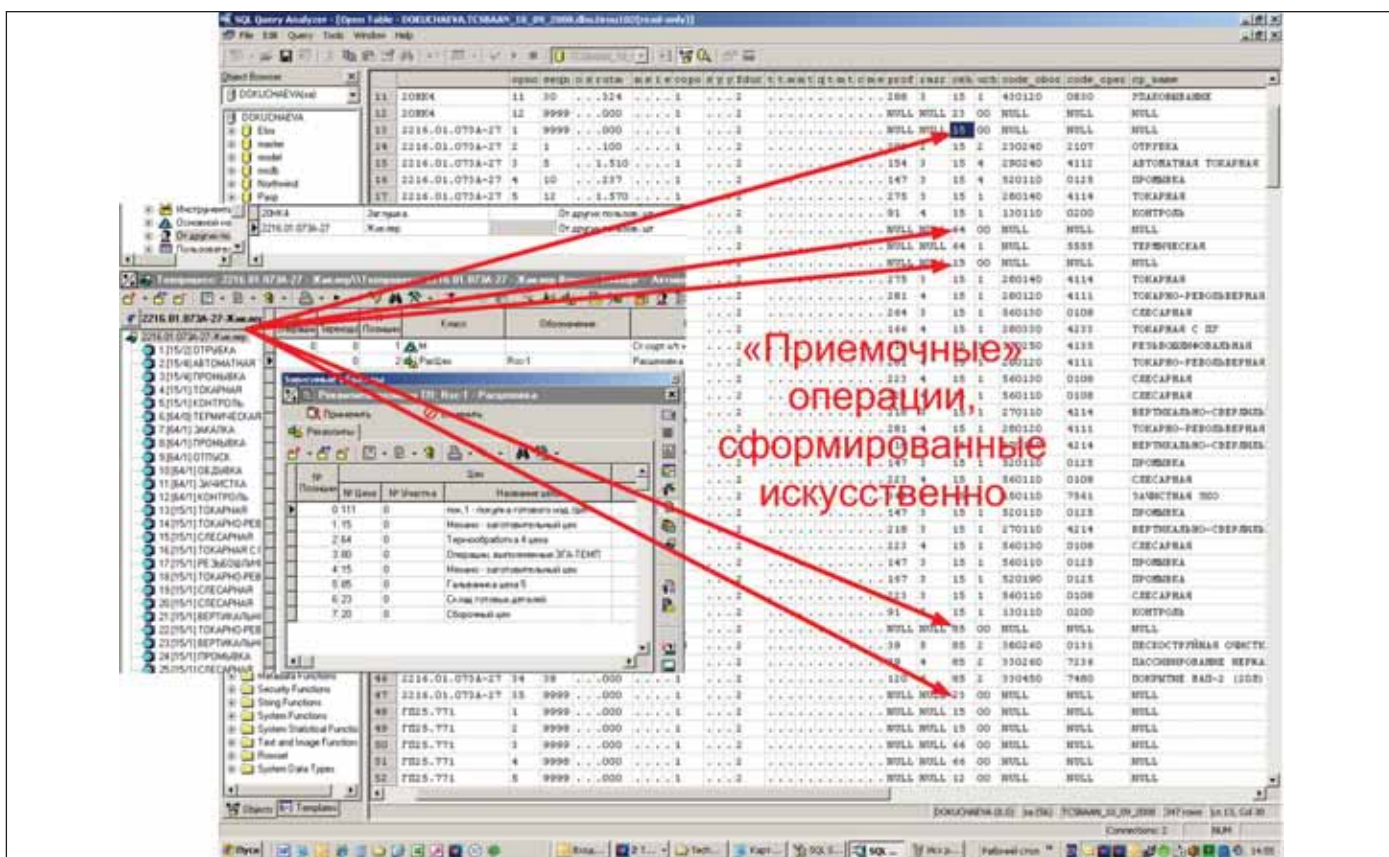

Рис. 6. Формируем фантомные операции
- и наоборот, следует формировать искусственные (фантомные) операции, необходимые для организации учета (рис. 6).